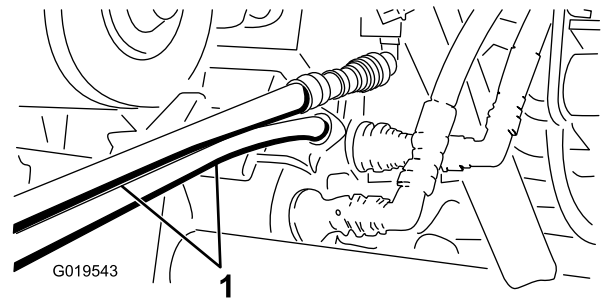

Figure 77
4. Sur l'autre véhicule, branchez les deux flexibles au raccord se trouvant encore dans le support. Raccordez le flexible supérieur au raccord supérieur et le flexible inférieur au raccord inférieur (Figure 77). Obtenez les deux raccords inutilisés.